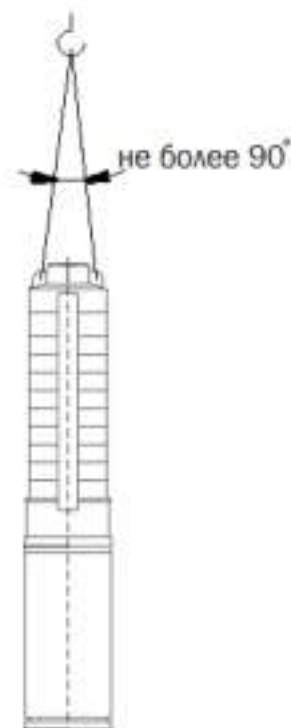

Рисунок 4 Схема строповки агрегата электронасосного
При подъеме агрегата электронасосного SM строповку производить за строповочные проушины (возможно с применением скоб такелажных) по схеме приведенной на рис. 4.
**ЗАПРЕЩАЕТСЯ ПОДНИМАТЬ АГРЕГАТ ЭЛЕКТРОНАСОСНЫЙ SM ЗА МЕСТА, НЕ ПРЕДУСМОТРЕННЫЕ СХемой СТРОПОВКИ (см. рис. 4)!!!**